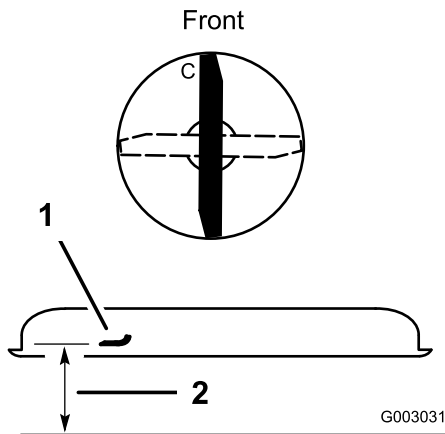

Figura 45
- Gire la cuchilla hasta que los extremos estén orientados hacia adelante y hacia atrás (Figura 45).
- Mida desde una superficie nivelada hasta el filo de corte, posición **C**, de la cuchilla (Figura 45). Anote esta dimensión.